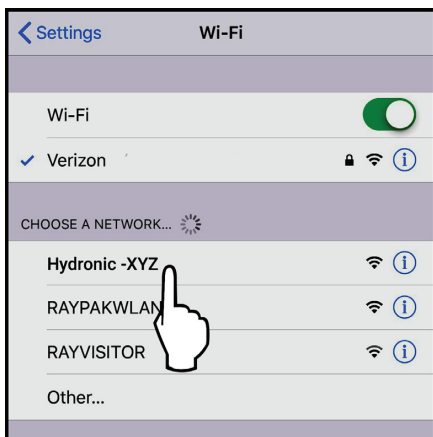

Figure 94. Sélectionnez le réseau sans fil
7. Sélectionnez le réseau auquel l'appareil est connecté (voir sur l'écran de l'appareil), comme indiqué à la **Figure 94**